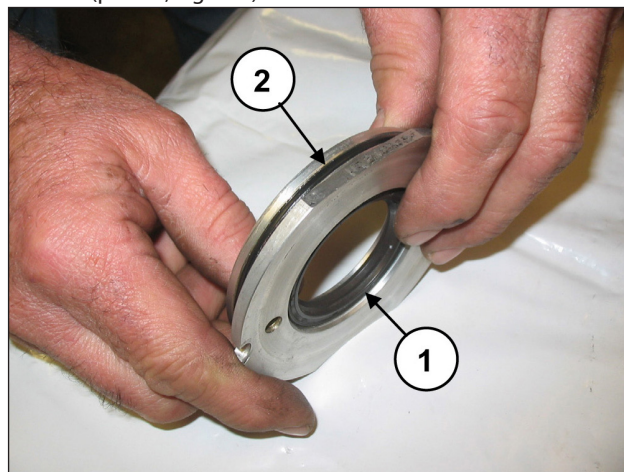

Fig. 160
Substitua a vedação do óleo (pos. ①, Fig. 160) e o anel externo (pos. ②, Fig. 160).